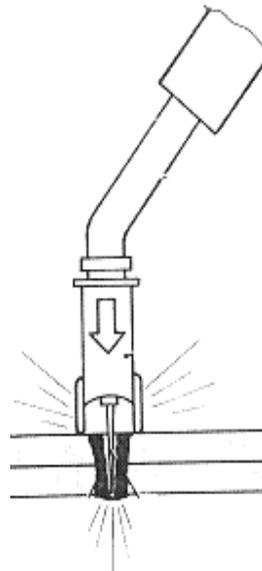

Figure.6.36
7. Effectuez le soudage des points bouchons en s'assurant que la pénétration est complète et le métal d'apport remplit bien le trou d la première tôle (Figure.6.36).